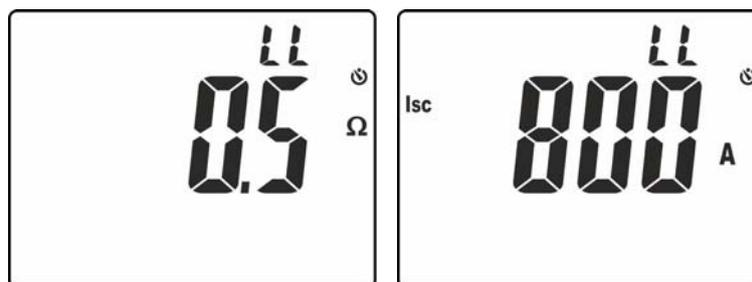

Abb. 28: Ergebnisse der Messung der Schleifenimpedanz L-L
12. In der Bildschirmseite in der Abb. 28 – linke Seite ist der Wert der Schleifenimpedanz L-L angegeben. Drücken Sie die Tasten $\blacktriangledown/\text{X}$ oder \blacktriangle zur Anzeige des Werts des voraussichtlichen Kurzschlussstroms **Isc** (siehe § 9.3).